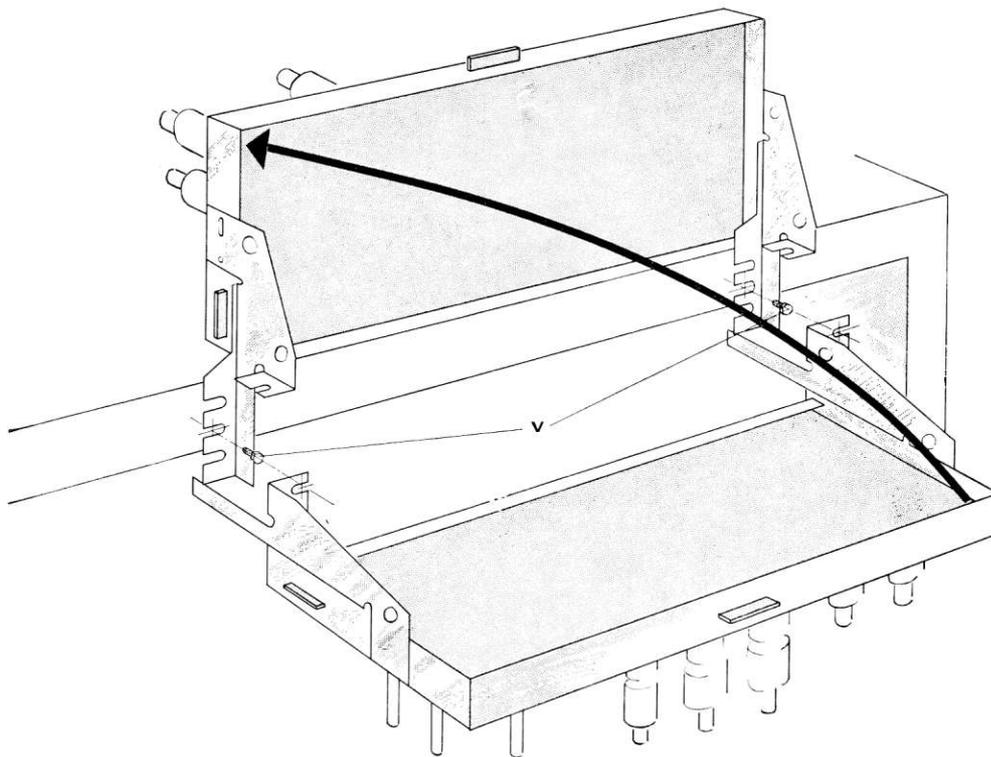

FIG. 3
- 2° Desserrer les deux vis (V) de fixation de la platine (fig. 3) ;